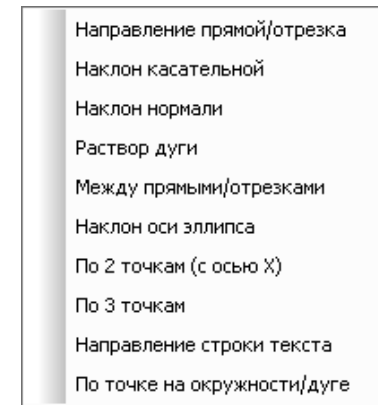

Рис. 1.49. Контекстное меню геометрического калькулятора поля **Угол Панели свойств: Отрезок**
- установите курсор в поле **Угол** на **Панели свойств: Отрезок** и щелкните правой кнопкой мыши. В месте установки курсора появится контекстное меню геометрического калькулятора с различными командами установки параметров построения отрезка, показанное на рис. 1.49;